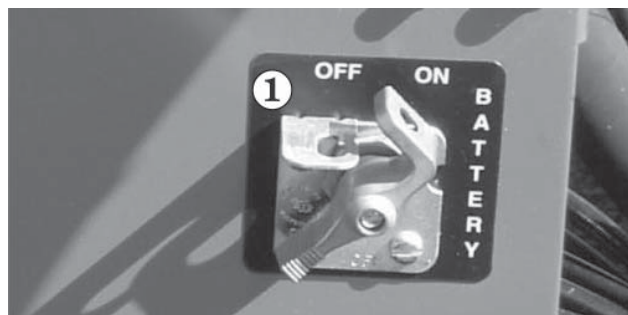

Abb. 8.3
1. Schalten Sie den **Batterieschalter ①** (siehe Abb. 8.3) ein.